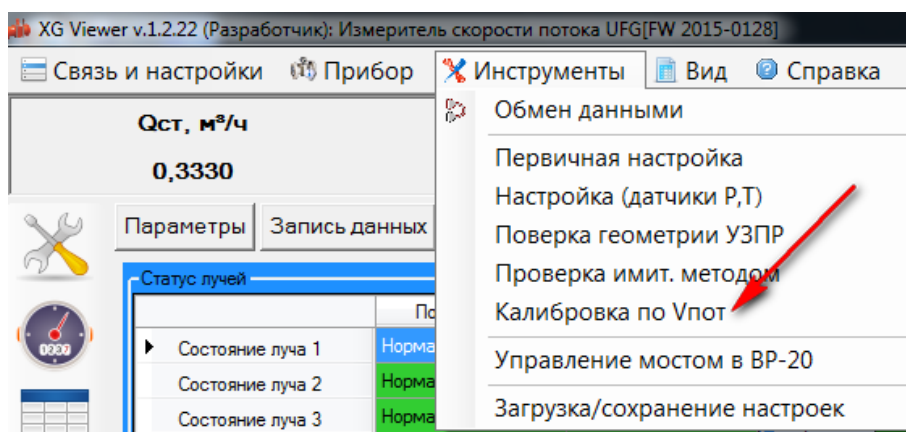

Рисунок 3.2 – Пункт меню "Калибровка по скорости потока"
1. С помощью ПО "APM "UFG View" подключиться к первичному измерительному преобразователю UFG (к измерителю скорости потока). В меню "Инструменты" выбрать "Калибровка по скорости" (Рисунок 3.2).